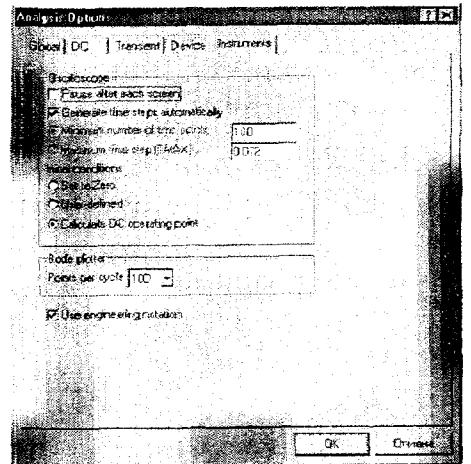

Рис. 1.31.
*Instruments* (настроювання параметрів контрольно-вимірювальних приладів (рис. 1.31) має такі рядки: *Pause after each screen* – пауза після заповнення екрана осцилографа по горизонталі, *Generate time steps automatically* – автоматичне установлення часовово-го кроку (інтервалу) виходу інформації на екран, *Minimum number of time points* – мінімальна кількість точок за час спостереження, *TMAX* – проміжок часу від початку до сінця моделювання, *Set to Zero* – установлення в нульовий (вихідний) стан контрольно-вимірювальних приладів перед початком моделювання, *User defined* – керування процесом моделювання (ручний пуск і зупинка), *Calculate DC operating point* – виконання розрахунку режиму за постійним струмом, *Points per cycle* – кількість точок при виведенні АЧХ і ФЧХ, *Use engineering notation* – використання інженерної системи позначення одиниць вимірювань.